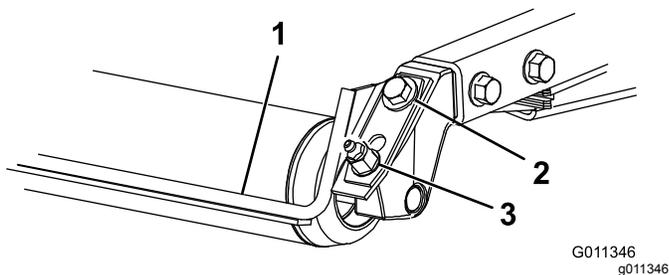

Figura 9
1. Allentate il raccordo d'ingrassaggio e la vite di montaggio (Figura 9).